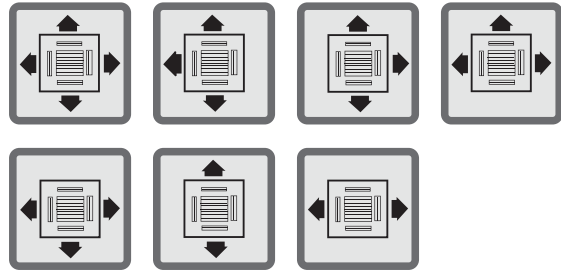
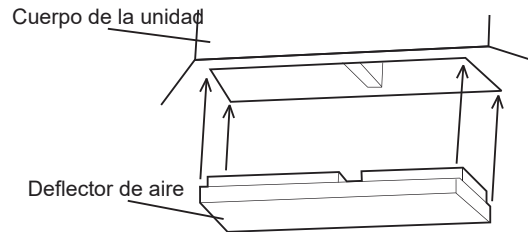

Figura 2.3
Figura 2.4
5. Determine las direcciones del flujo de aire en función de la forma de la sala, para el emplazamiento de la instalación. Consulte la figura 2.3 para ver el esquema de la dirección del flujo de aire. Si parte de la ventilación debe estar bloqueada, puede insertar un deflector en la ventilación del cuerpo de la unidad para bloquear el flujo de aire. Véase Figura 2.4.